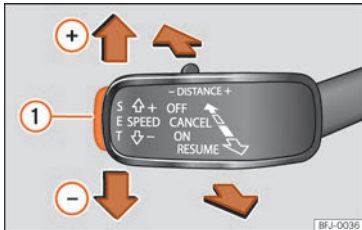

Abb. 255 Links an der Lenksäule: Tasten zur Bedienung des Geschwindigkeitsbegrenzers.
- Drücken Sie während der Fahrt die Taste **SET** »» **Abb. 255** ①.
- Drücken Sie die Taste **SET** »» **Abb. 255** ①, um die Geschwindigkeit in kleinen Schritten von 1 km/h (1 mph) zu reduzieren.
Wenn Sie den Geschwindigkeitsbegrenzer – beispielsweise zum Überholen – vorübergehend deaktivieren möchten, schieben Sie den Hebel in Stellung **CANCEL** oder drücken Sie die Taste »» **Abb. 255** ②.